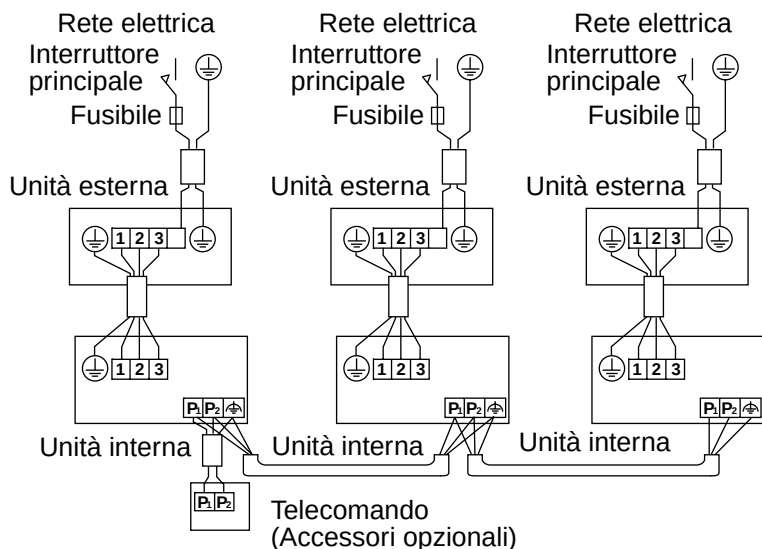

Fig. 27
- **Comando di gruppo:** 1 telecomando che controlla fino a 16 unità interne (tutte le unità interne funzionano in conformità con il telecomando). (Fare riferimento alla Fig. 27)
(Fare riferimento alla Fig. 27 a pagina 14 e Tabella 4 a pagina 15.)